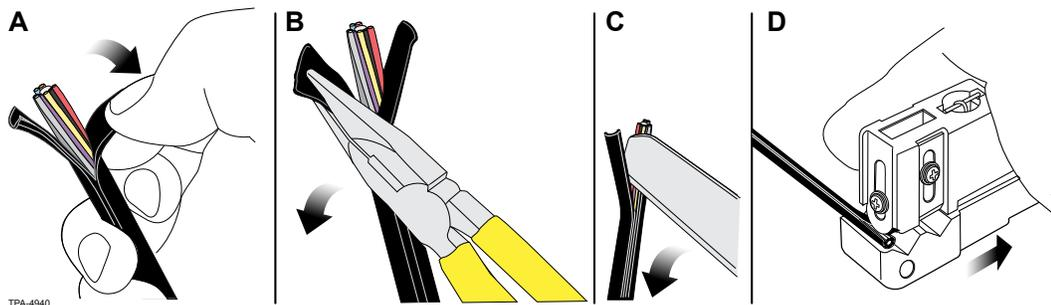

Abbildung 4
**Schritt 4:** Abgesetzte Stücke des äußeren Kabelmantels am Ende des Kabels mit den Fingern (Abbildung 4A), Nadelzange (4B) oder Kabelmesser (4C) entfernen (Abbildung 4). Anschließend Mantel durch Ziehen an beiden Seiten bis zum Ringschnitt weiter abziehen. Alternativ kann das Ideal-Werkzeug vom Kabel weg gezogen werden, sodass die abgerundete Klinge den Mantel herausziehen kann (Abbildung 4D).
**Schritt 5:** Nach dem letzten 3-cm-Schnitt (ca. 1-Zoll-Schnitt) Kabelmantel vom Kabel entweder mit den Fingern, der Nadelzange, dem Kabelmesser oder der abgerundeten Klinge des Ideal-Werkzeugs abziehen. (Siehe Abbildung 4.)